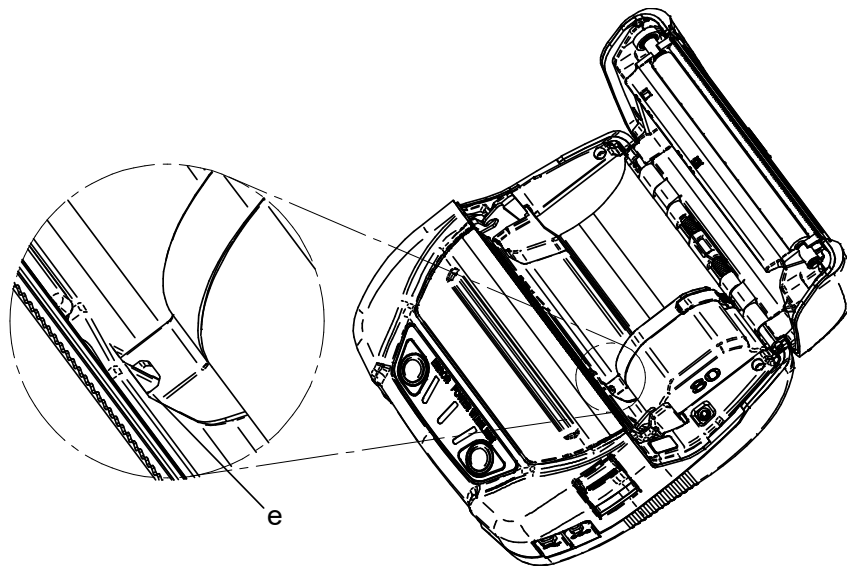

Abbildung 13-5 Anbringung der Trennwand (2)
1. Richten Sie Nase „e“ der Trennwand wie in Abbildung 13-5 gezeigt an der Nut „E“ des Druckers aus.